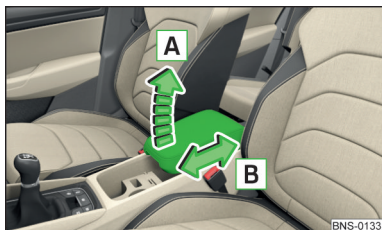

Fig. 87
- Pour régler la hauteur, soulevez l'accoudoir dans le sens de la flèche **A** dans l'une des positions d'encliquetage » fig. 87.